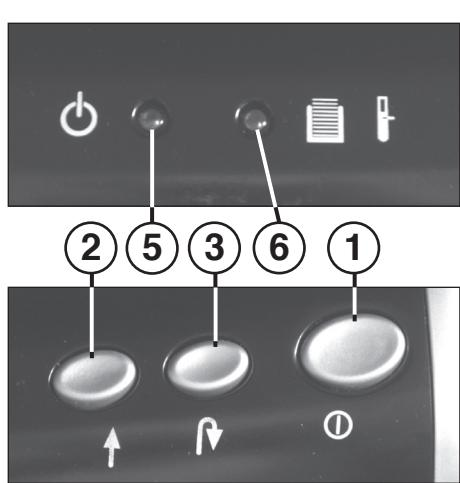

Рис. 1
"Готов к работе" (рис. 1)
2 = Кнопка "вперед" (рис. 1)
3 = Кнопка "назад" (рис. 1)
(красный / желтый) (рис. 1)
Включить машину переключателя (1) (рис. 1). Загорается контрольный индикатор (5) (рис. 1).
Когда приемный контейнер заполнится бумагой, машина отключается. Звучит предупредительный сигнал. Загорается контрольный индикатор (6) (рис. 1) (красный).
- Выньте приемный контейнер (9) вместе с приемной ванночкой (10) из нижней части корпуса.
- предупредительный сигнал перестанет звучать. Контрольный индикатор (6) (рис. 1) гаснет.
При перегрузке электромотор отключается. Загорается контрольный индикатор (6) (рис. 1) (желтый). Выключите прибор с помощью переключателя (1) (рис. 1). После охлаждения в течение около 15-20 минут (в зависимости от модели и температуры окружения) прибор можно снова включить.
Следите за тем, чтобы прибор в ночное время был выключен с помощью переключателя (1) (рис. 1).